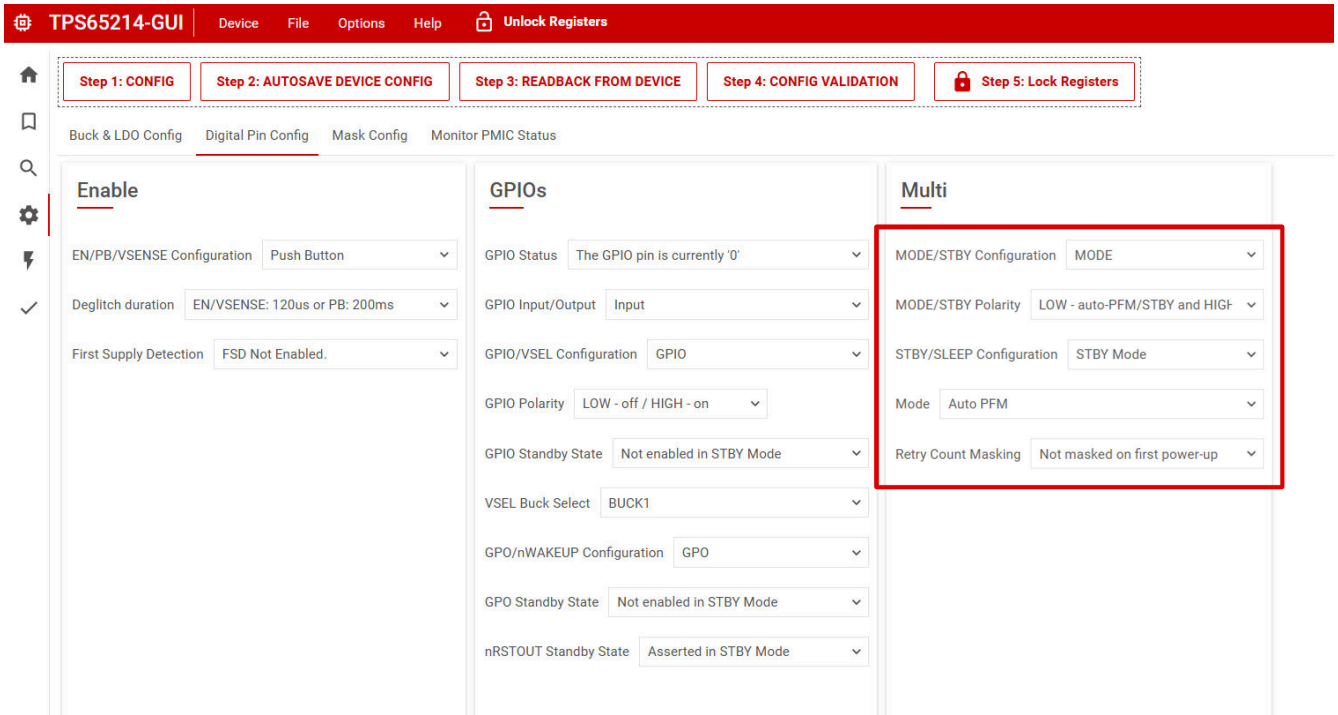

图 5-5. 使用 TPS65214-GUI 的多功能配置
- 图 5-5 显示了使用 TPS65214-GUI 的配置选项卡时要更改的设置
- 图 5-5 显示了引用寄存器映射时要写入的寄存器字段。